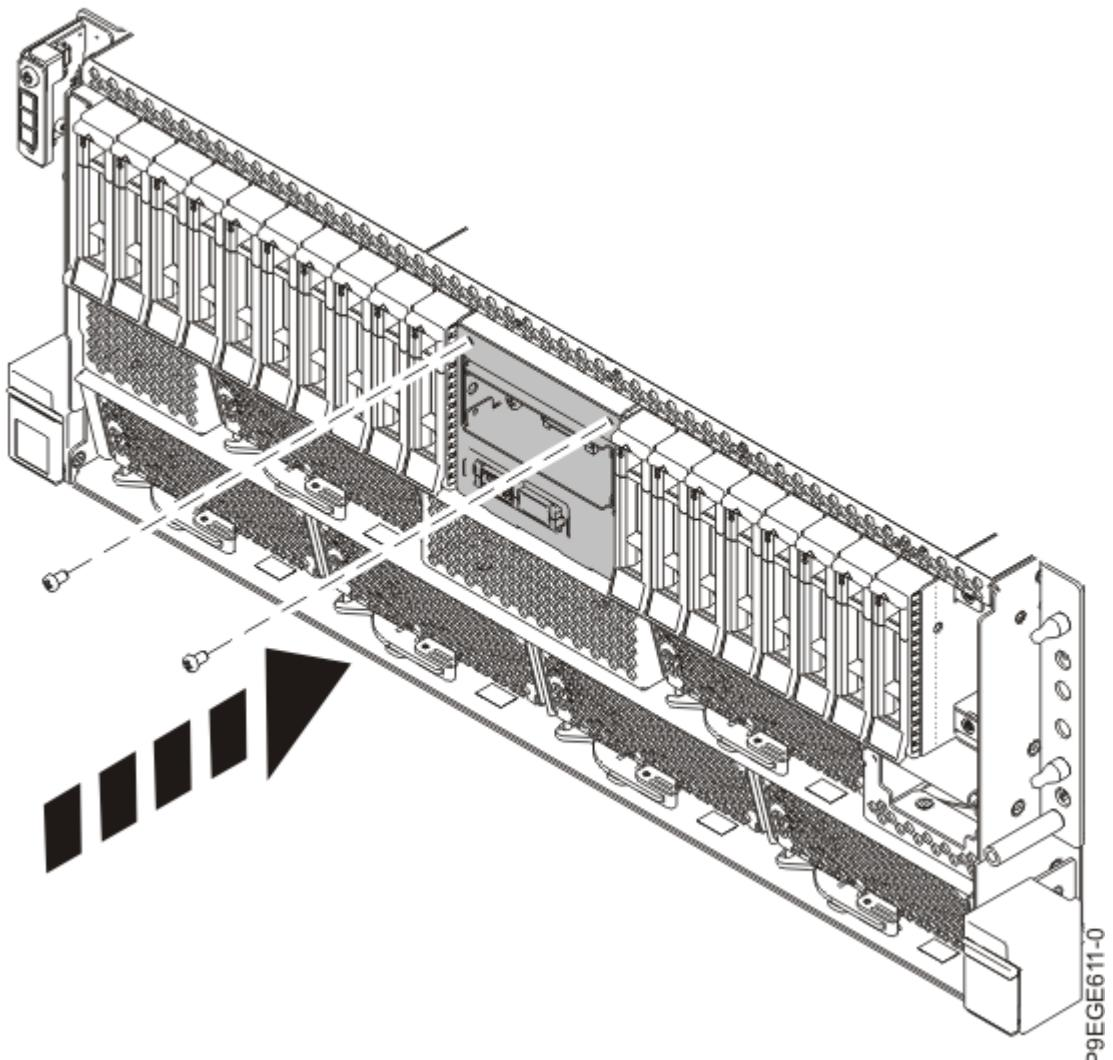

図 125. ラック・マウント型システムへのコントロール・パネル・ディスプレイ・ケーブルの固定
7. ラック・マウント型システムの場合、2つのねじを使用して、コントロール・パネル・ディスプレイ・ホルダーをシステムに取り付けます (130 ページの図 125 を参照)。